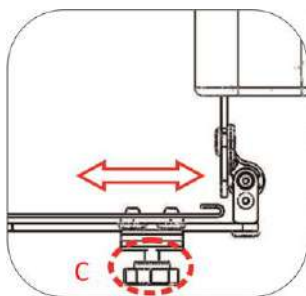

Figura 5-140
- Aflojando el pomo C. El pommel se podrá mover adelante/atrás. (Figura 5-140). Vuelva a apretar todos los tornillos.